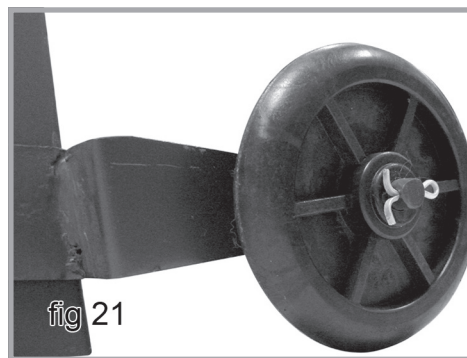

fig 21
12. Utilisation des pinces, et sécurisez les goupilles autour de l'axe (fig 21).